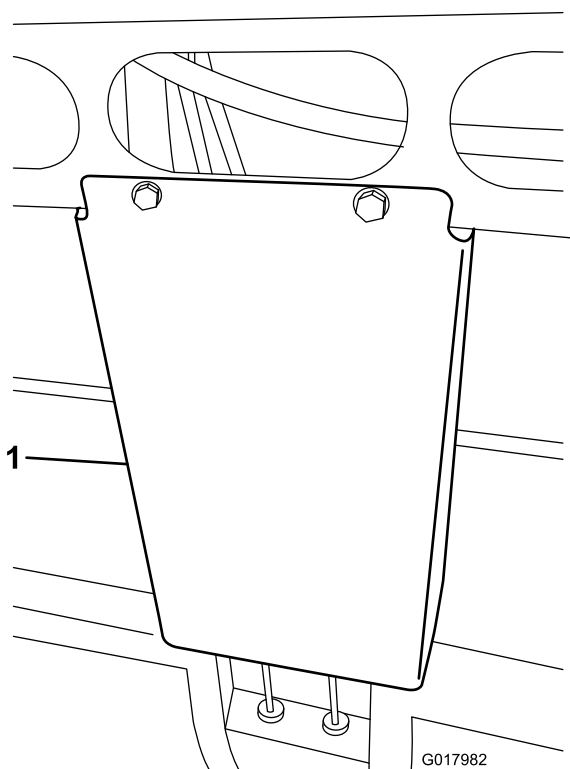

Figura 1
8. Retire a proteção que cobre as tubagens hidráulicas debaixo do centro dianteiro da máquina (**Figura 1**).